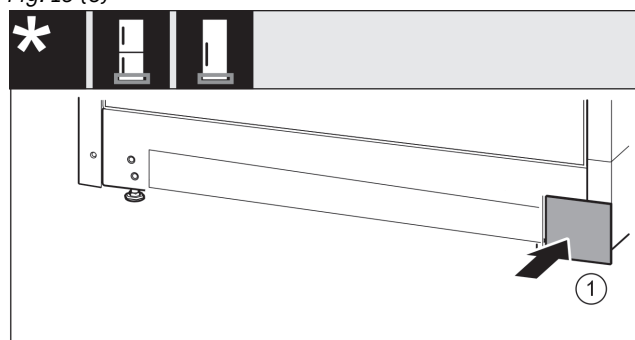

Fig. 14
- ▶ Aşezaţi apărătoarea din nou pe cealaltă parte. Fig. 14 (1)